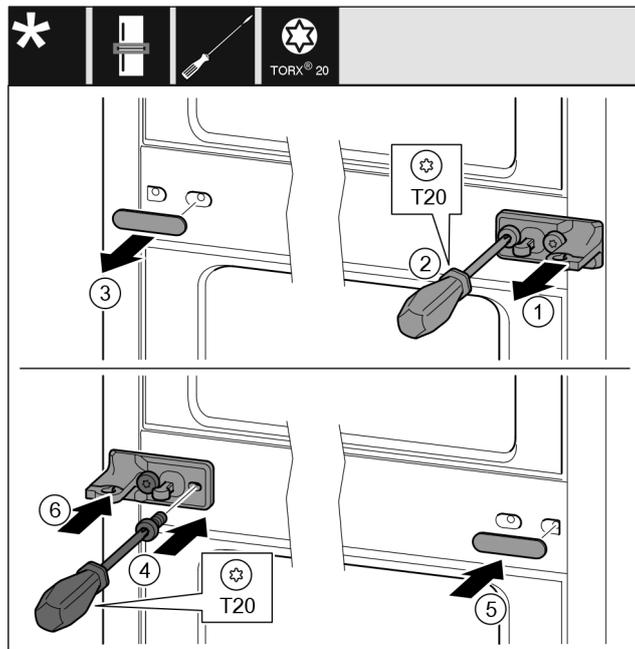

Fig. 36
- ▶ 拆下垫片 Fig. 36 (1)。
- ▶ 用螺丝刀将螺钉 Fig. 36 (2) 旋开。
- ▶ 小心拆下盖板 Fig. 36 (3)。
- ▶ 将带薄膜的托架 Fig. 36 (4) 旋转 180° 至另一侧拧紧。
- ▶ 将盖板 Fig. 36 (5) 旋转 180° 至另一侧装上。
- ▶ 从前面推入垫片 Fig. 36 (6)。